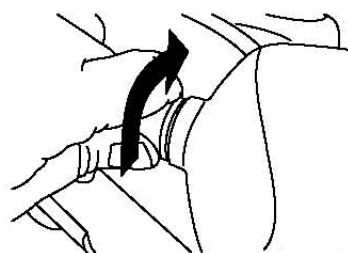

Рисунок 51.
1. Вытащите переключатель воздушной заслонки и ключ зажигания (Рис. 51).
2. Поверните основание лампы против часовой стрелки до остановки (рис. 51).